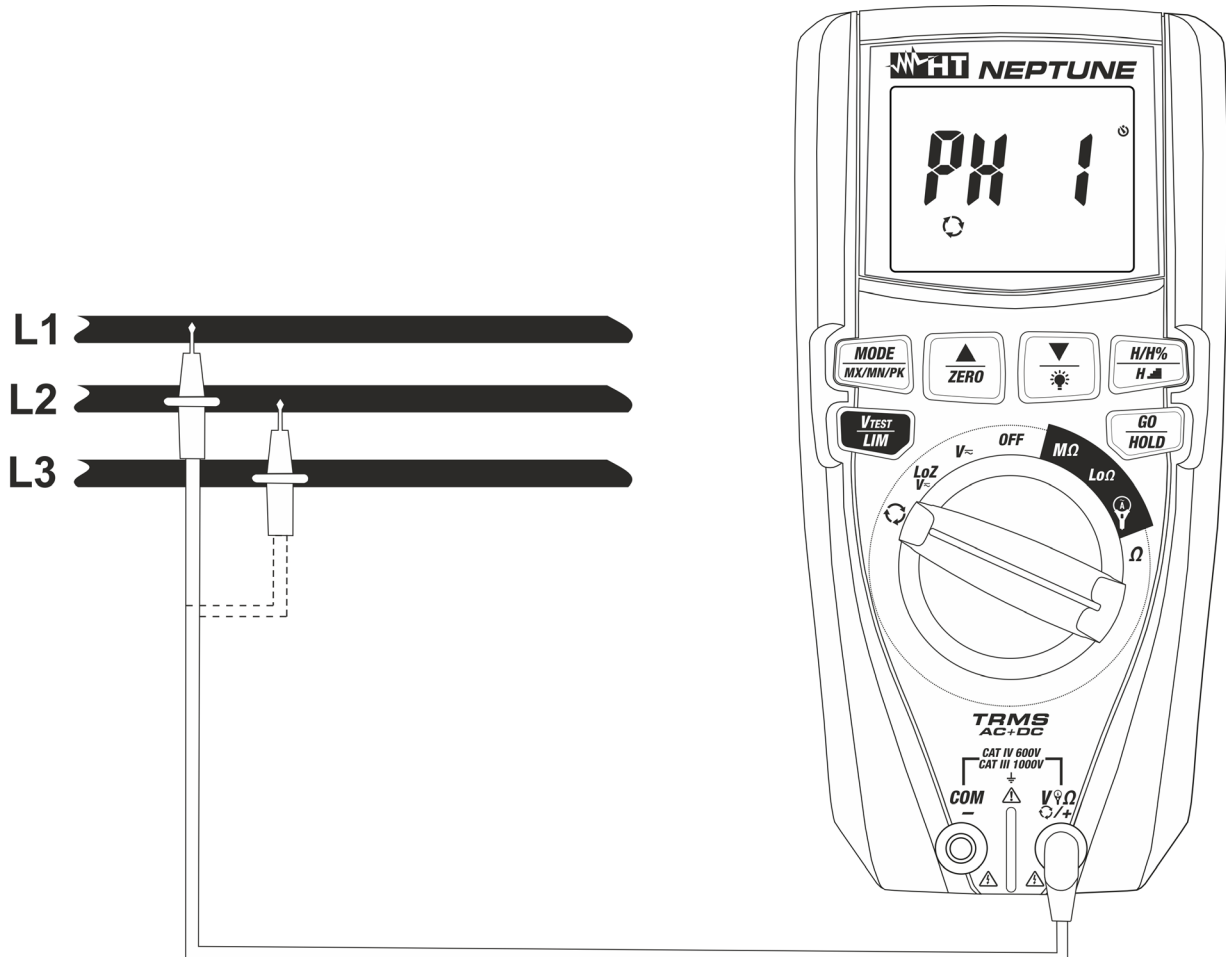
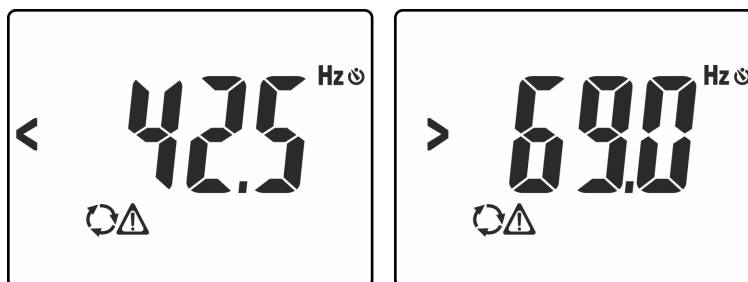
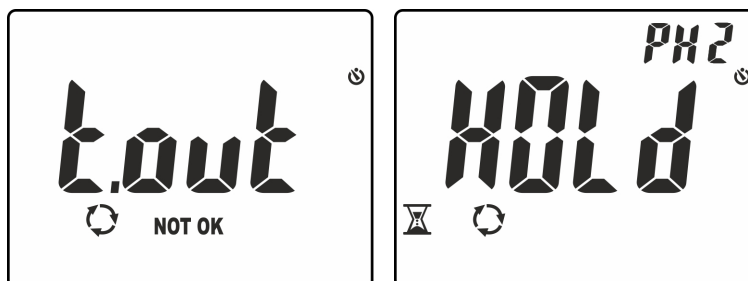

Fig. 10: Utilisation de l'instrument pour l'essai de séquence et de concordance des phases
Fig. 11: Signalisation de tension avec fréquence incorrecte.
Fig. 13: Reconnaissance de la phase L1 et attente de la phase L2.
3. Positionner l'embout rouge sur la phase **L1** du système triphasé sous test (voir Fig. 10). Les messages suivants peuvent être affichés à l'écran (voir Fig. 11) pour identifier la présence d'un signal de tension avec fréquence en dehors de l'intervalle **42.5Hz - 69Hz**, Dans ces conditions, l'instrument n'exécute pas le test.
6. Positionner l'embout rouge sur la phase **L2** du système triphasé sous test (voir Fig. 10). Si le passage entre la phase L1 et la phase L2 est effectué dans un temps supérieur à **10s**, l'instrument affiche le message «**t.out**» à l'écran (voir Fig. 13 – à gauche). Dans des conditions correctes de tension et de fréquence, l'instrument montre le message «**HOLD**», les symboles ⏸ et «PH2» et il émet un son continu dans l'attente de la reconnaissance d'une valeur stable de tension sur la phase L2 (voir Fig. 13 – à droite)